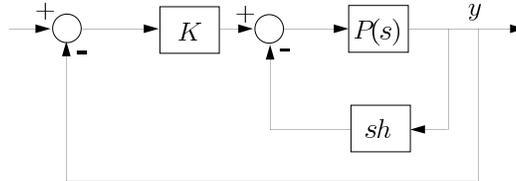
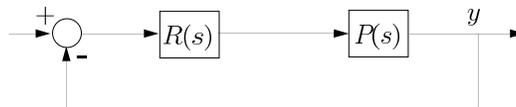

Figura 1
Figura 2
- [1] Un asservimento di posizione viene realizzato mediante lo schema riportato in Figura 1. Esso, oltre al motore ed all'amplificatore nella catena diretta, prevede due cicli di reazione: uno esterno, di posizione, mediante un potenziometro la cui funzione di trasferimento si può ritenere, per semplicità unitaria; uno interno, di velocità, mediante una dinamo tachimetrica la cui funzione di trasferimento si può porre pari a  $sh$ .
Si consiglia di ricondurre lo schema di Figura 1 ad uno schema equivalente del tipo di Figura 2.
- [2] Calcolare, per lo schema di Figura 2, con